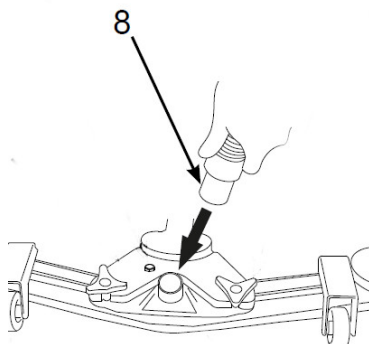

Abb. 19: Saugschlauch einsetzen
Schritt 4: Setzen Sie den Saugschlauch (Pos.8,Abb.19) in die Saugleiste ein.